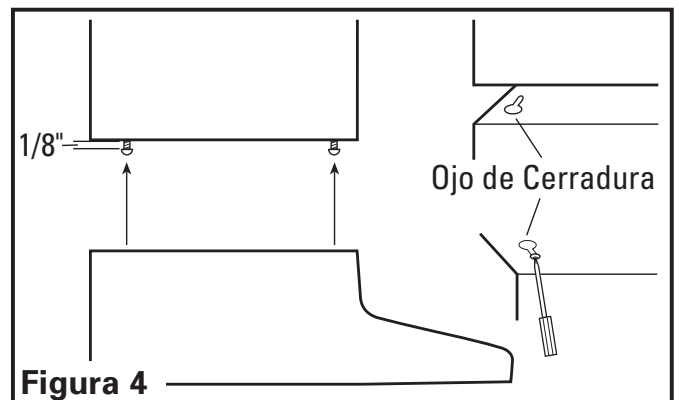

Figura 4
- Instale los 4 tornillos montantes en las ubicaciones previamente marcadas. Deje un espacio libre de aproximadamente 1/8". Deslice la campana hasta colocarla en su lugar a través de los orificios con forma de ojo de cerradura y alinee el frente de la campana para que esté al mismo nivel del frente de los gabinetes. Ajuste firmemente todos los tornillos (**Figura 4**).